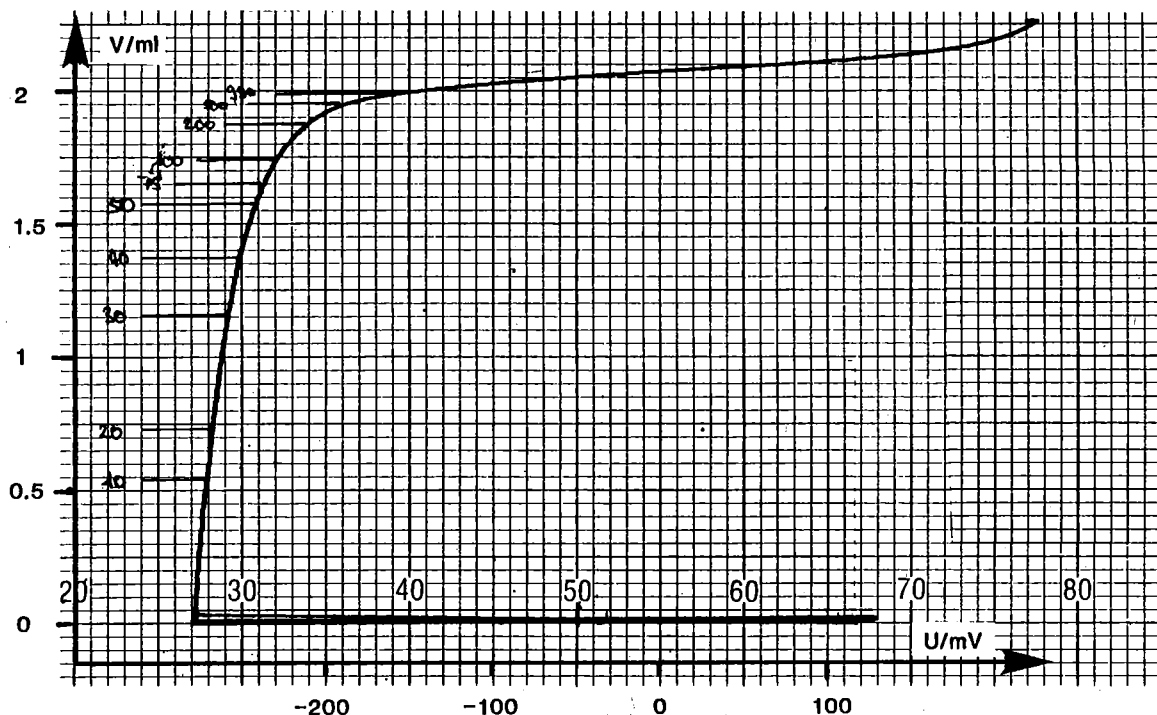

Fig. 3.1
3. start slope (voir fig. 3.1)